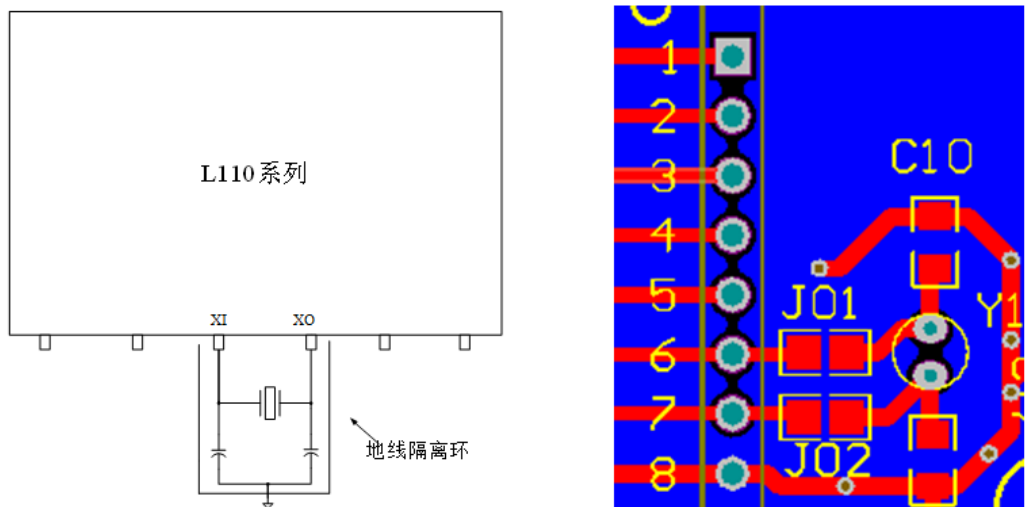

图 6 晶振电路地线隔离环
- 应该在外部晶振周边用地线做保护隔离环（guard ring），地环线需要充分接地（多过地孔），减少外部晶振信号与其他信号之间的相互窜扰。（参考图 6）